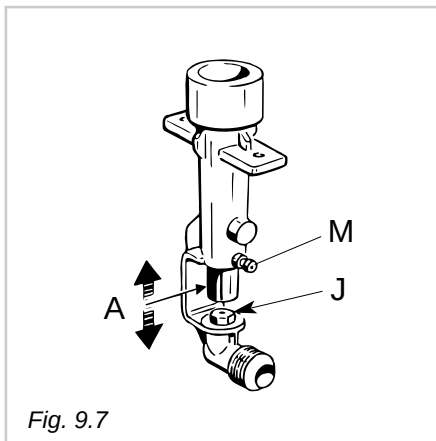

Fig. 9.7
- Allentare la vite "M" da ciascun portainiettore ed alzare completamente il tubetto di regolazione aria "A" (fig. 9.7).